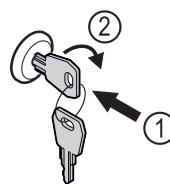

Fig. 175 Beispielhafte Darstellung
- ▶ Schlüssel hineindrücken Fig. 175 (1).
- ▶ Schlüssel um 90° im Uhrzeigersinn drehen Fig. 175 (2).